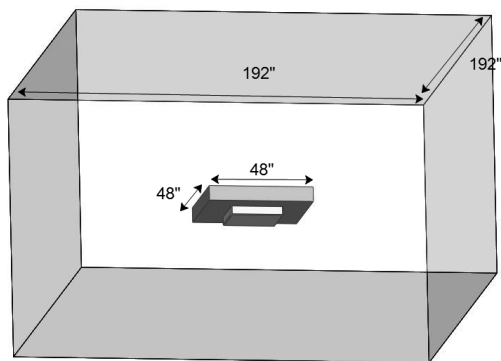

图 7-53 绝热天花板表面空气尺寸 2
- 灯具底部距离为 $32''$ ，如图 7-52 和图 7-53 所示。